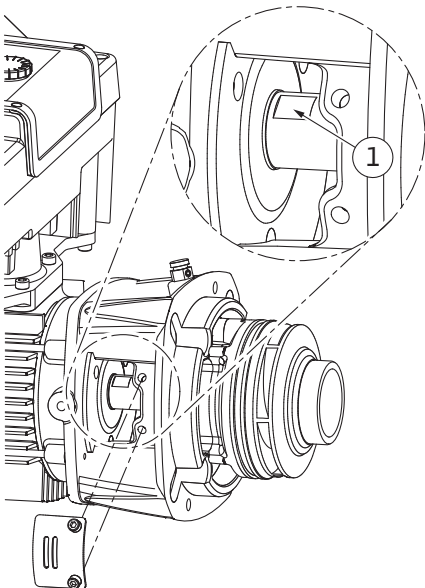
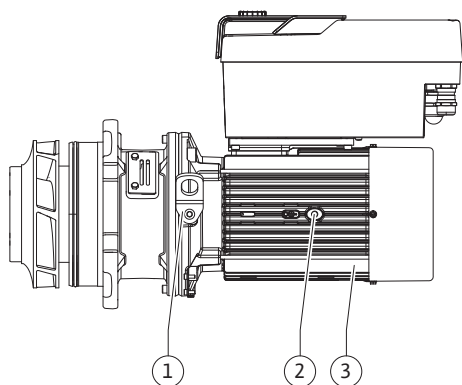

Fig. 110: Nøgleflader på akslen
Fig. 112: Indstikssæt
14. Før en gaffelnøgle (nøglevidde 22 mm) ind i lanternevinduet, og hold akslen fast på nøglefladerne (Fig. 110, pos. 1). Skru pumpehjulsmøtrikken (Fig. I, pos. 22) ud. Pumpehjulet (Fig. I, pos. 21) trækkes automatisk af akslen.
3. Før en gaffelnøgle (nøglevidde 22 mm) ind i lanternevinduet, og hold akslen fast på nøglefladerne (Fig. 110, pos. 1).
9. Fjern gaffelnøglen, og monter beskyttelsespladen (Fig. I, pos. 27) igen.
10. Før en gaffelnøgle (nøglevidde 32 mm) ind i lanternevinduet (Fig. IV, pos. 38), og hold akslen fast på nøglefladerne (Fig. 110, pos. 1). Monter pumpehjul med skive(r) og møtrik. Spænd møtrik. Undgå at beskadige akseltætningen, fordi den kommer til at sidde skævt.
11. Rengør lanternens not, og læg den nye O-ring i (Fig. III, pos. 19).
13. Før indstikssættet (se Fig. 112) ind i pumpehuset i den gamle eller en anden ønsket vinklet position. Overhold her komponenternes tilladte installationspositioner (se kapitlet "Tilladte installationspositioner og ændring af komponentplaceringen før installationen" [► 25]).
14. Det anbefales at anvende monteringsboltene (se kapitlet "Tilbehør" [► 21]). Når lanterneføringen mærkbart har fat (ca. 15 mm før den endelige position), er der ikke længere fare for, at det kan tippe eller komme til at sidde skævt. Når indstikssættet er sikret med mindst en skrue (Fig. I/III, pos. 10 eller Fig. III/IV, pos. 29), kan fastgørelsesudstyret fjernes fra transportringene.
15. Skru skrue(r) (Fig. I/III, pos. 10 eller Fig. III/IV, pos. 29) i, men spænd dem ikke helt endnu. Når skrue(r) skrues i, trækkes indstikssættet ind i pumpehuset.